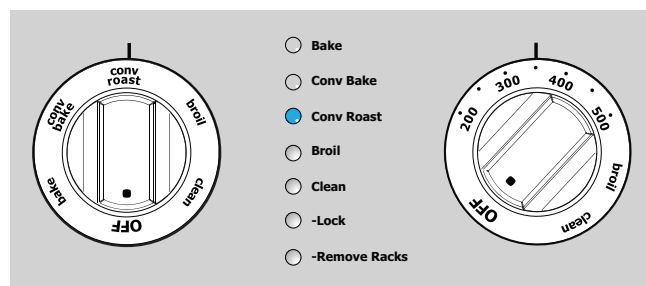

Figure 23 : Sélection rôtir par convection
6. Fermer la porte. Tourner le bouton du four sur < **Conv Roast** > (rôtir par convection). Le témoin lumineux < **Conv Roast** > (rôtir par convection) clignote (Figure 23).